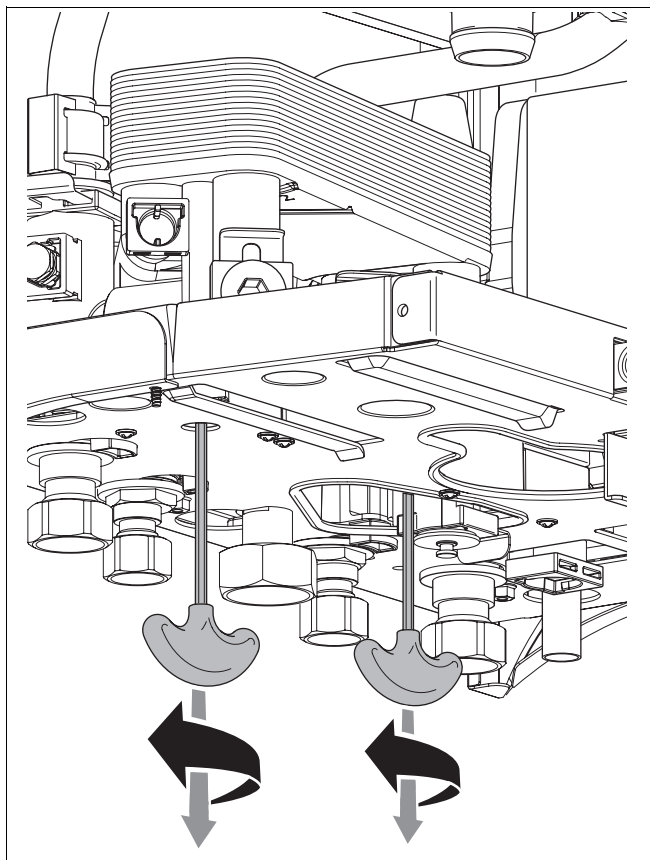

Рис. 49 Удаление винтов с пластинчатого теплообменника
- Снять оба винта пластинчатого теплообменника (рис. 49).